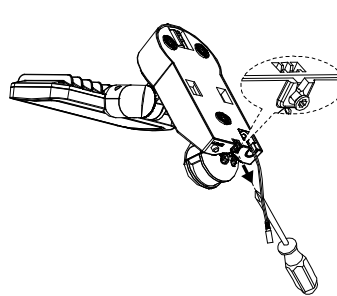

Bild 1
- Lossa de båda skruvarna (Bild 1) i väggfästet
OBS: När man byter batteri måste omkopplaren på lampenheten stå på OFF och solcellsmodulens kontakt tas bort från huvudenheten. För det första, för att byta batteri öppnar man huvudenhetens hölje enligt vad som beskrivs i avsnittet "Huvudenhet" i bild 1 och 2. Ta bort batteriet från hållaren och byt ut det mot ett nytt. Om möjligt laddar man upp batteriet innan med en vanlig batteriladdare för 1,2 V AA Ni-MH batterier. Om uppladdning med en batteriladdare inte är möjlig, skall man följa avsnittet "FÖRSTA UPPLADDNINGEN AV SOLCELLSLAMPAN".